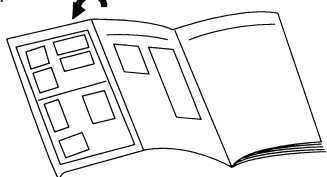

Fig. 6 Telecomando
- 1 **Premere il tasto CLOCK ADJUST (Fig. 6 ③④).**
- 2 **Usare i tasti TIMER SET (+ / -) (Fig. 6 ③③) per regolare l'orologio in base all'ora corrente.**
- 3 **Premere di nuovo il tasto CLOCK ADJUST (Fig. 6 ③④).**
1 Premere il tasto START/STOP (Fig. 6 29).
2 Agire sul tasto MODE (Fig. 6 22) e selezionare la voce desiderata.